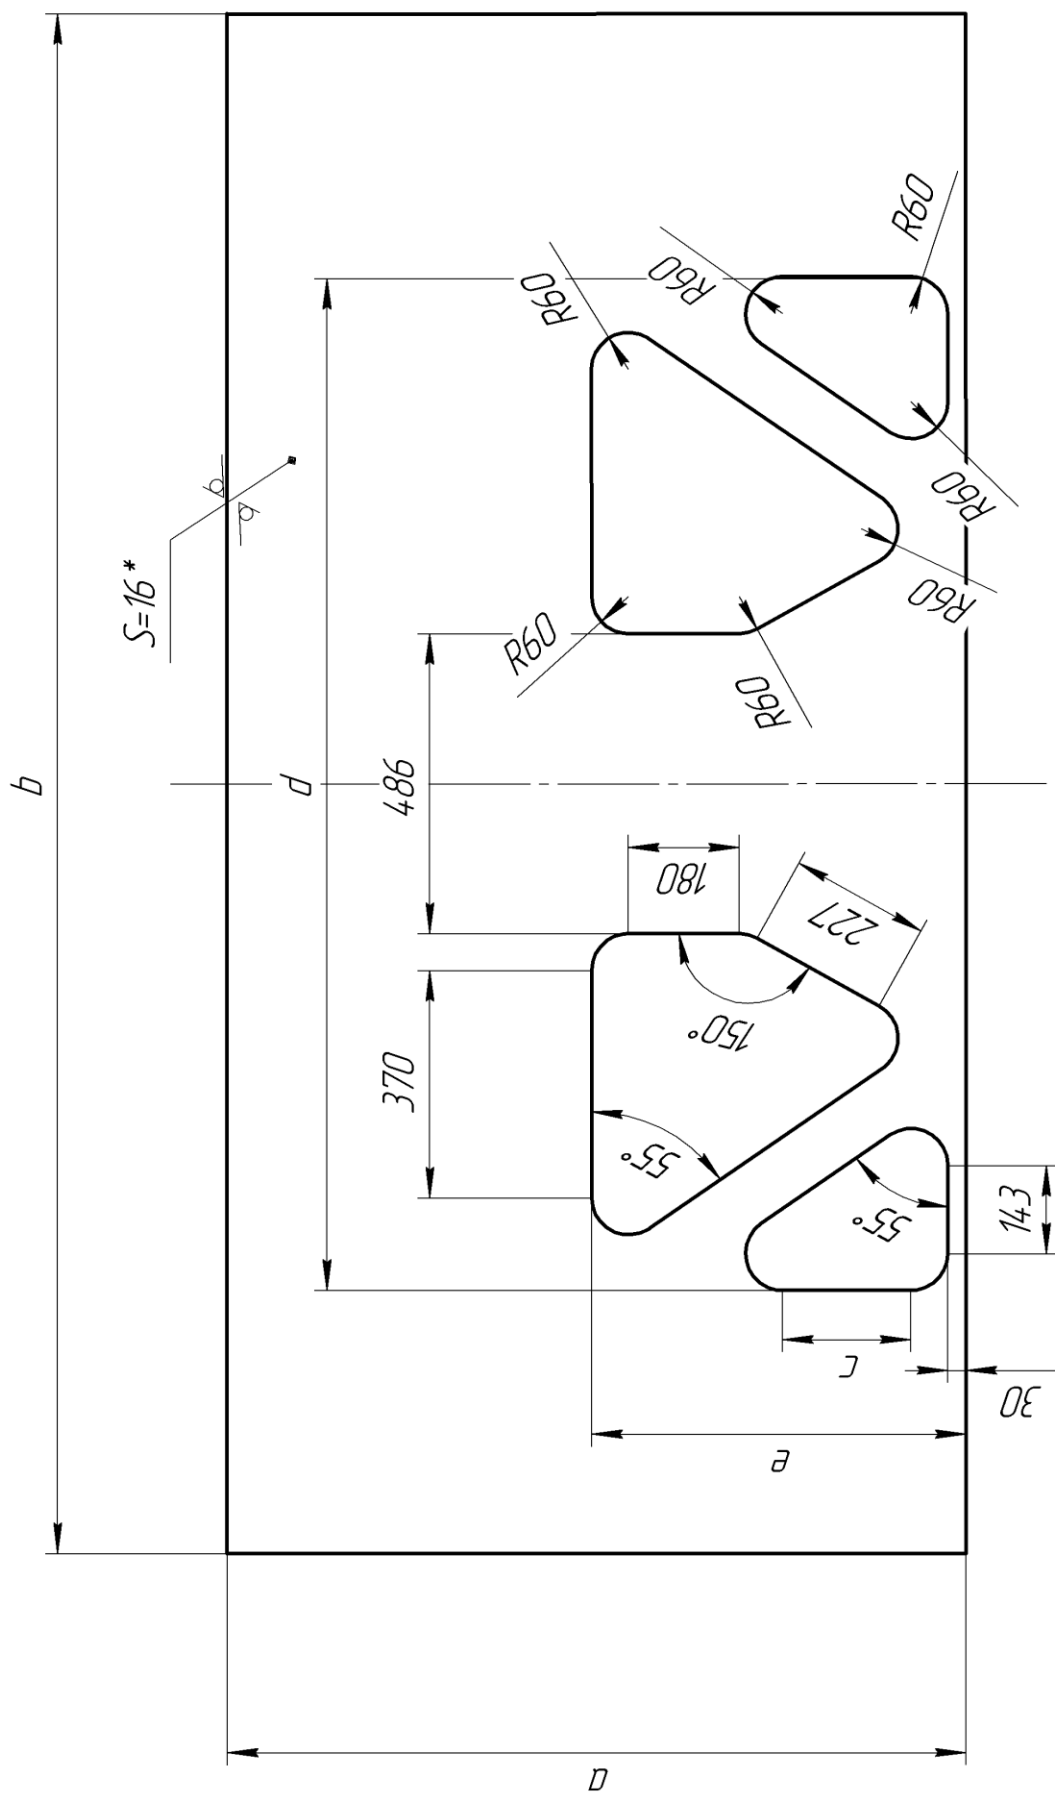

Рисунок 2 – Креслення деталі «Основа 1»
- 1 Розробити проект креслення деталі «Основа 1» (рисунок 2).